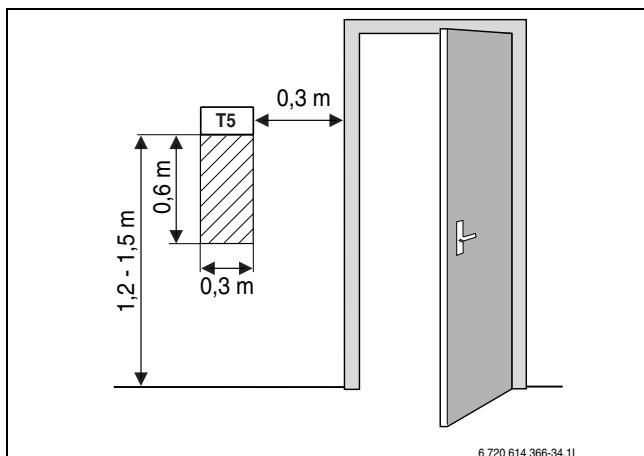

Bild 1 Rekommenderad monteringsplats för rumsgivare
- Obehindrad cirkulation av rumsluft under rumsgivaren (streckad yta i bild 1 ska hållas fri).